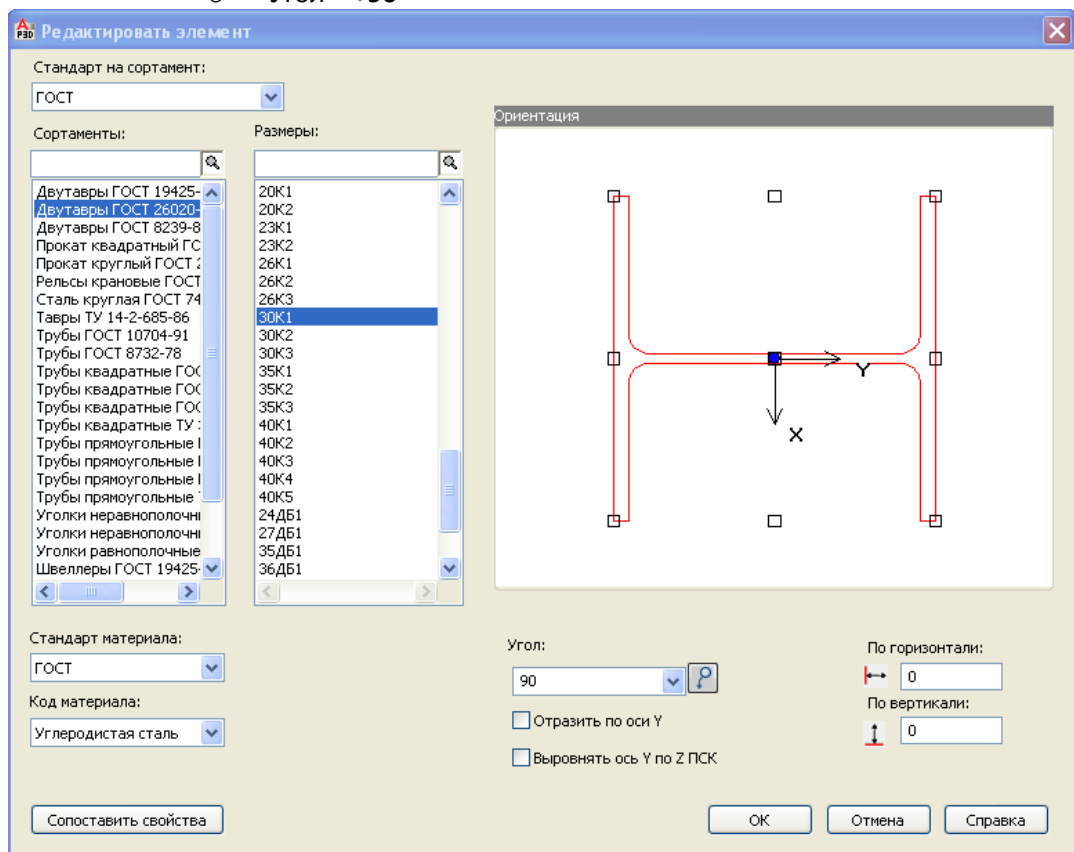

Рис. 47
- В командной строке введите **H** для открытия окна выбора сортамента. Задайте следующие значения (Рис. 47):